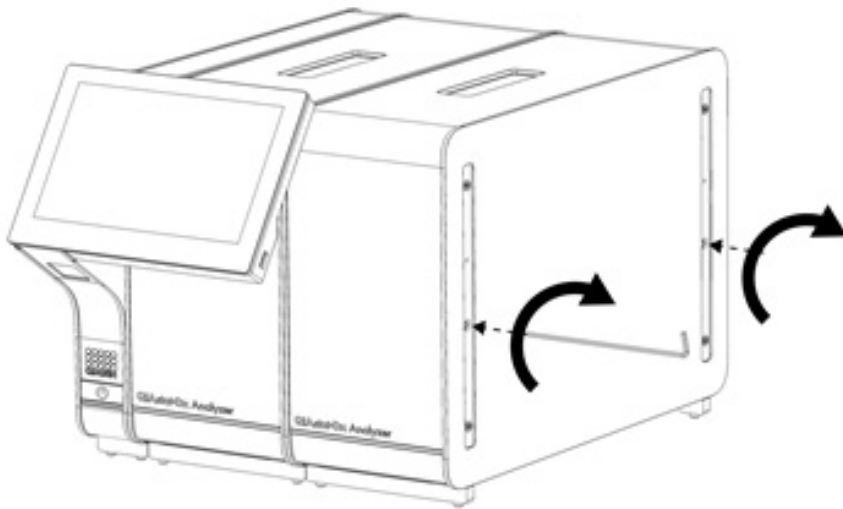

Figure 16. Alignement et connexion du module analytique supplémentaire.
4. Alignez le module analytique supplémentaire sur le module analytique existant. Serrez les vis avec l'outil de montage du module analytique/opérationnel fourni avec l'analyseur QIAstat-Dx Analyzer 1.0 (Figure 16).